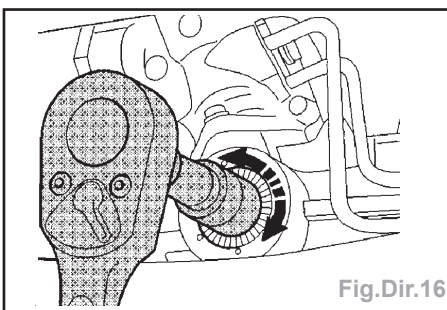

Fig.Dir.16
- Au cours de cette opération, le second mécanicien tourne avec précaution l'écrou de réglage dans le couvercle jusqu'à ce que les bruits de battement ne soient plus audibles dans l'habitacle (Fig.Dir.16).